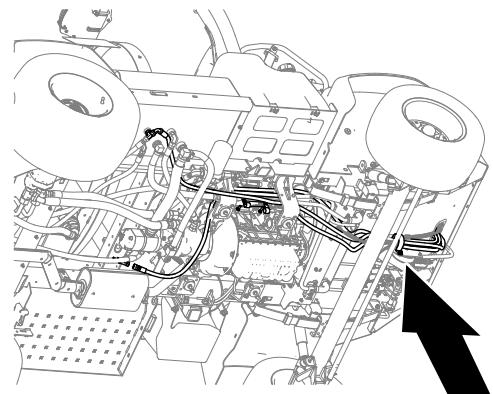

**Bild 135**
6. Montieren Sie das 90°-Anschlussstück des Schlauchs 6 x 2819 mm auf das gerade Anschlussstück und ziehen Sie das Schlauchanschlussstück fest (Bild 135).